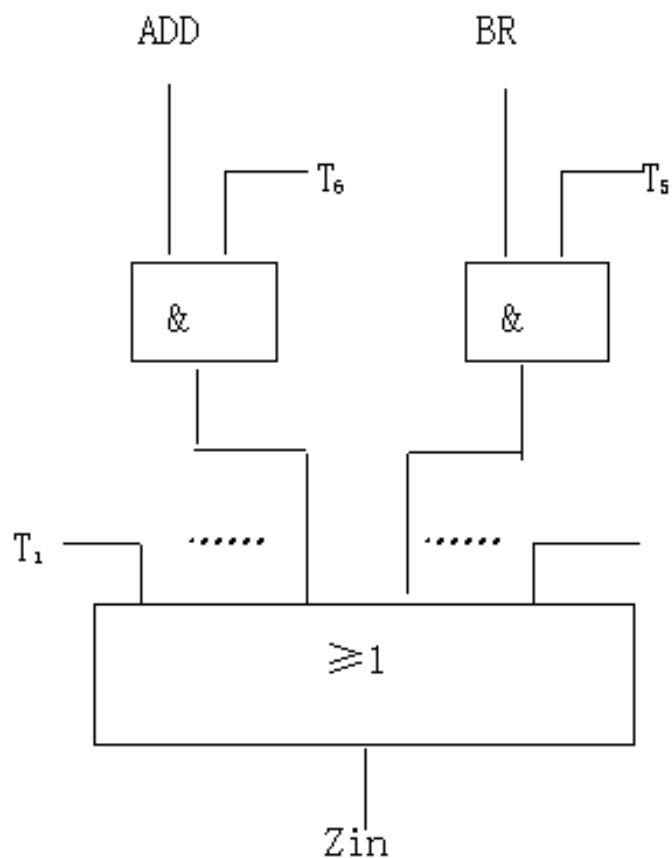

图7.12 Zin信号的产生
- ◆ 图7.12是编码器结构电路的一个例子。电路实现逻辑功能：